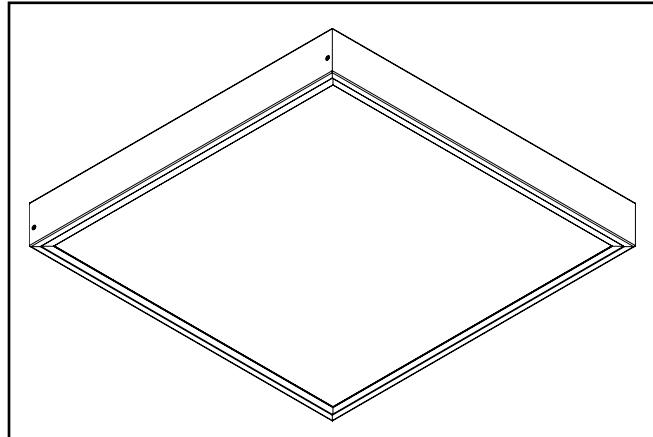

Figura 9.
2. Vuelva a instalar la pieza del marco extraída con los tornillos sostenedores para completar la instalación. (Figura 9.)